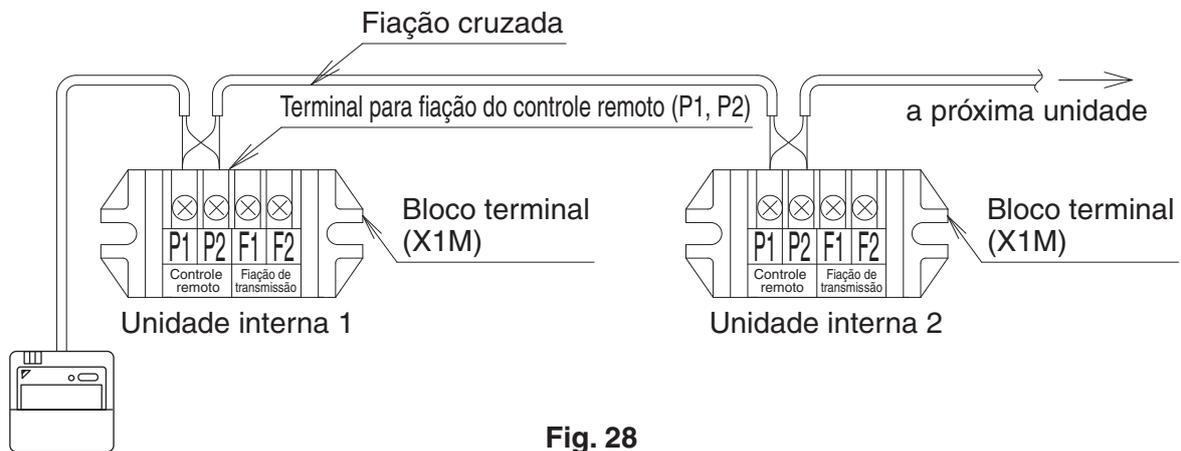

Fig. 28
- (1) Remova a tampa da caixa de controle. (Consulte “10. EXEMPLO DE COMO CONECTAR FIAÇÕES E CABOS”.)
- (2) Conecte a fiação cruzada entre os terminais (P1, P2) dentro da caixa de controle para o controle remoto. (Não há polaridade.) **(Consulte a Fig. 28 e Tabela 3)**